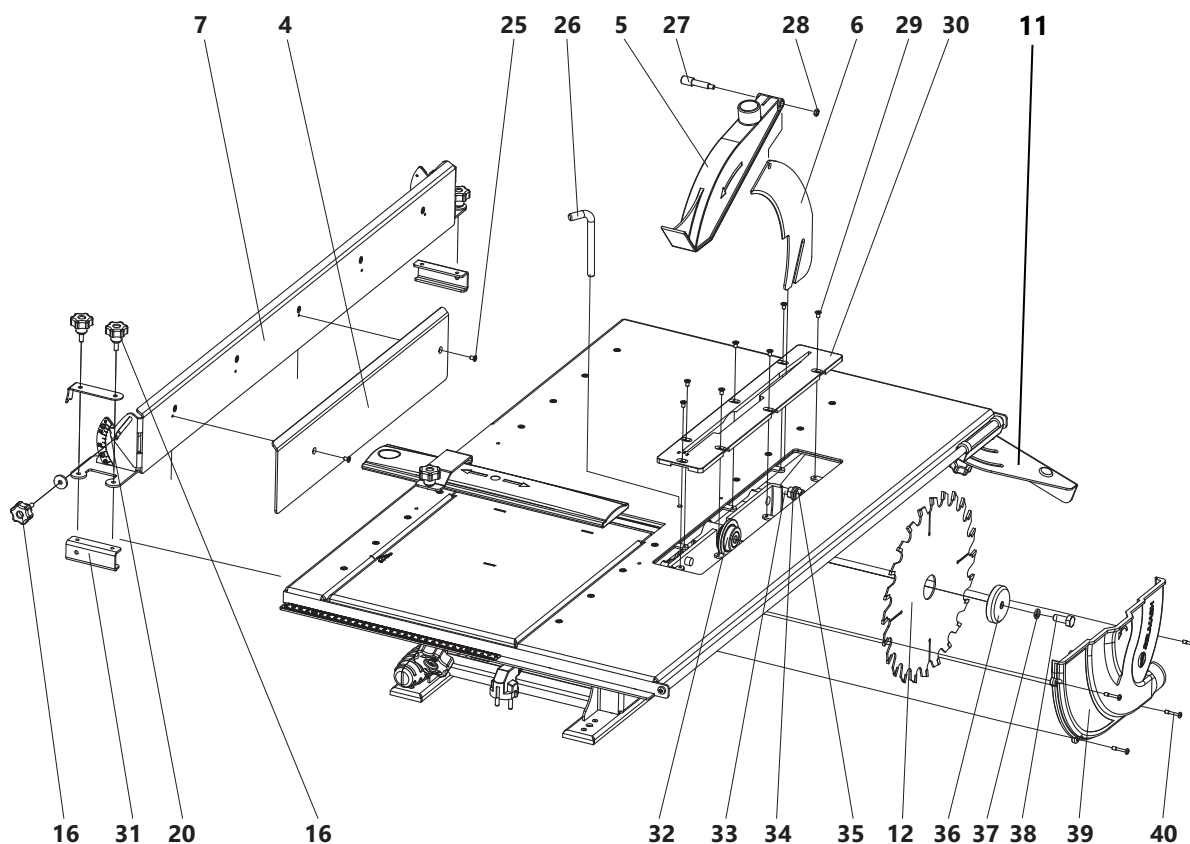

Рисунок 5. Схема сборки станка на операцию пиление
- совместить отверстия пильного стола и пильного вала, установить в отверстия фиксатор 26 (рис. 5), фиксатор выполняет функцию стопора;
- навернуть гайки 35 на резьбовые стержни 33, установить шайбы 34 (рис. 5);
- установить в паз пильного стола вставку 30 (рис. 5);
- установить кожух 5 на расклинивающий нож 6 (рис. 5);
- прикрепить на линейку 7 накладку 4 с помощью винтов 25 (рис. 5);